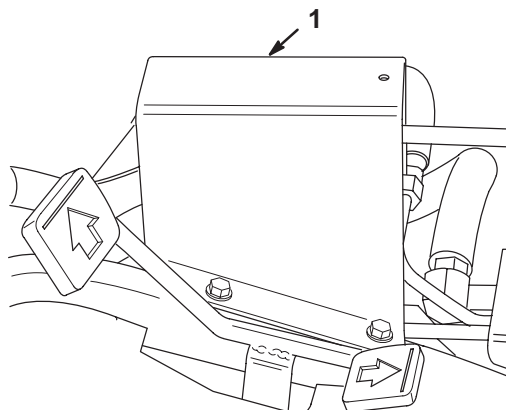

Bild 45
1. Stellen Sie die Spulen 1, 2 und 3 auf Neutral (Mitte der Wegstrecke) und entfernen den Schutz der Übertragungsstange vom Fußbrett (Bild 45).